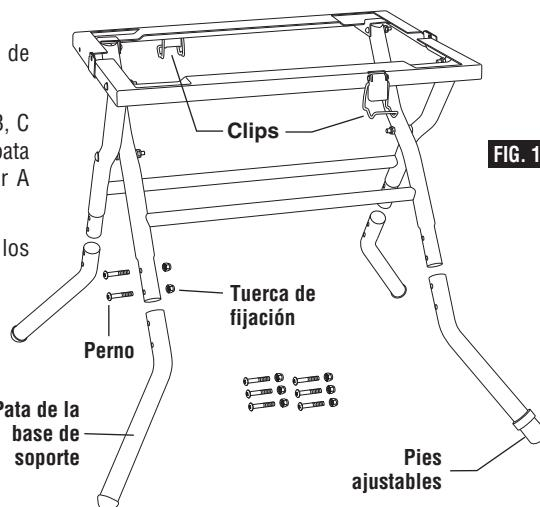

FIG. 1
- Deslice las patas introduciéndolas en la base de soporte (Fig. 1).